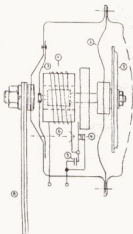

Bild 277
Bild 277 zeigt den inneren Aufbau eines Signalhorns. Man sieht, dass die Schwingungen der Membran des Signalhorns durch einen Satz sich selbst steuernder Unterbrecherkontakte erzeugt werden, deren Öffnungsfunktion wie bei der Zündanlage durch einen Kondensator "geleitet" werden.
- Oft genügt es, eine Änderung der Einstellung an der Stellschraube (+6- in Bild 277) vorzunehmen, um dem Horn zu neuem Leben zu verhelfen.